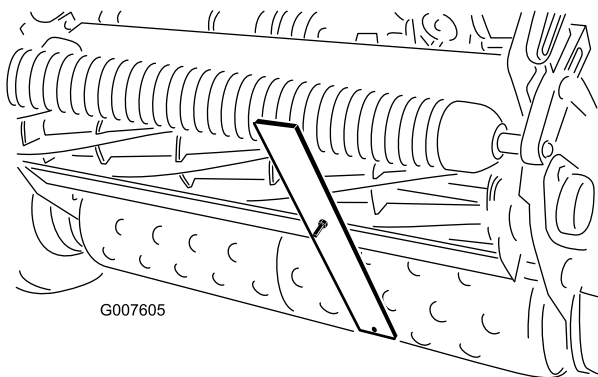

Figura 53
- Prenda a cabeça do parafuso à extremidade cortante da lâmina de corte e apoie a extremidade traseira da barra no rolo traseiro (Figura 53).